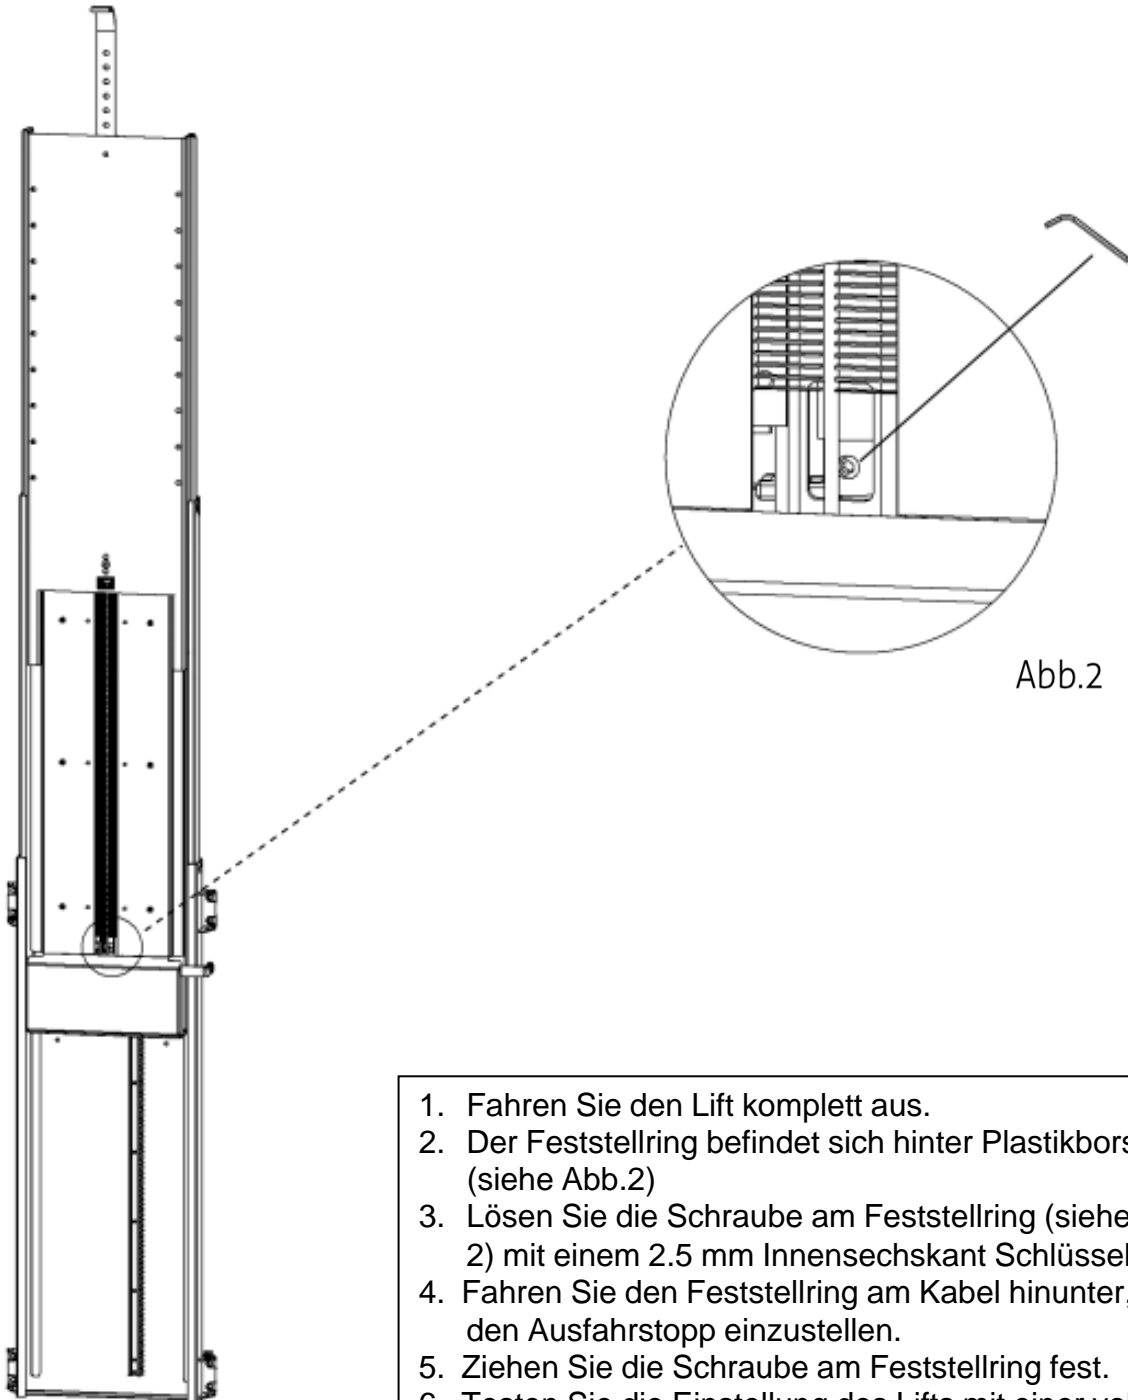

Abb.2
2. Der Feststellring befindet sich hinter Plastikborsten (siehe Abb.2)
3. Lösen Sie die Schraube am Feststellring (siehe Abb. 2) mit einem 2.5 mm Innensechskant Schlüssel.